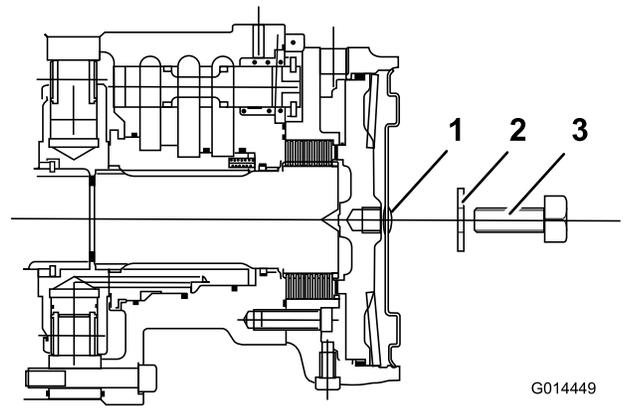

図 46
5. ねじを締め付けていくとブレーキが解除される 図 46。
6. 左前輪のホイールモータのディスクブレーキアセンブリについて、上記と同じ作業を行う 図 46。